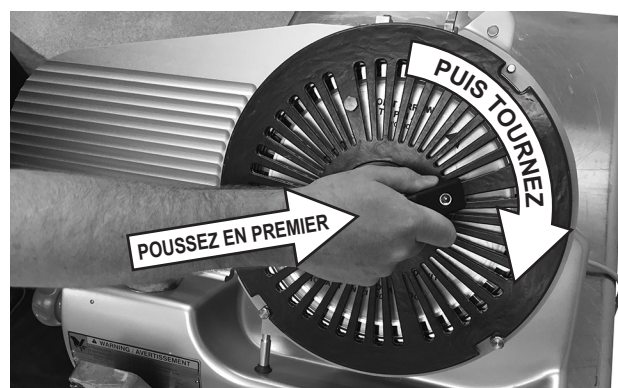

Fig. 19
- Poussez fermement (Fig. 19) la poignée jusqu'au moyeu pour enclencher les axes. Puis, tournez la poignée jusqu'en butée dans le sens des aiguilles d'une montre. En tournant, une certaine résistance peut être ressentie.